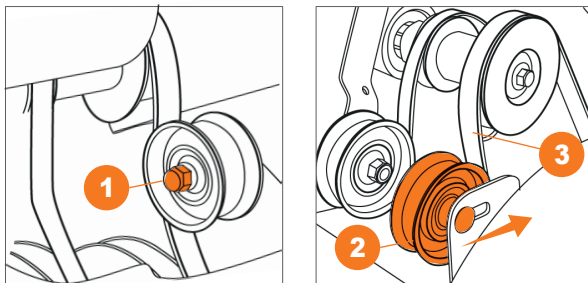

Рис. 23
- В случае если щетка не вращается или перестает вращаться под нагрузкой и регулировка натяжения троса не дает результата, необходимо произвести натяжку приводного ремня при помощи прижимного ролика (Рис. 23).
- Ослабьте гайку ①, крепления ролика натяжения ремня.
- Переместите ролик ② к ремню привода, не допускайте его касания и затяните гайку.